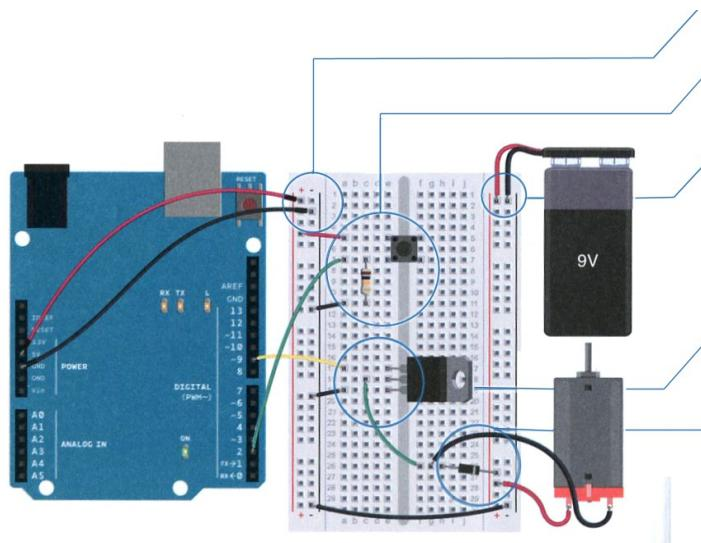

Figura 1
- 3 Cuando se utilizan circuitos alimentados con diferentes tensiones, es necesario conectar las masas de ambos circuitos juntas para así tener una masa común. Conectar la pila de 9V la placa de pruebas usando el clip para este tipo de pilas. Conectar la masa de la batería (cable negro) a la masa de Arduino en la placa de pruebas mediante un cable que hace de puente, como se puede ver en la figura 1. Conectar el cable rojo de la pila a la placa de pruebas en la segunda columna, columna de la derecha, siendo esta conexión la que alimenta al motor directamente.
- 5 Lo siguiente, conectar los cables de alimentación del motor a la placa de pruebas, tal y como se puede ver en esta ilustración. El último componente que hay que añadir es el diodo. El diodo es un componente que tiene polaridad, solo se puede montar de una forma determinada en el circuito. Observar que el diodo en uno de sus extremos tiene una franja blanca. Este extremo del diodo es el negativo y se conoce con el nombre de **cátodo** (por donde sale la corriente). El otro extremo es el positivo o **ánodo** (por donde entra la corriente). Conectar el **ánodo** del diodo al cable negro del motor (masa) y el **cátodo** de este diodo al cable rojo del motor (alimentación positiva), tal y como se ve en esta figura 1. Parece que el diodo está conectado al revés, en realidad sí que es así. El diodo ayuda a eliminar cualquier tensión inversa inducida producida por el motor y que pueda retornar al transistor estropeándolo. Recordar, la tensión inversa inducida siempre aparece con una polaridad contraria a la tensión que se aplica para producirla.